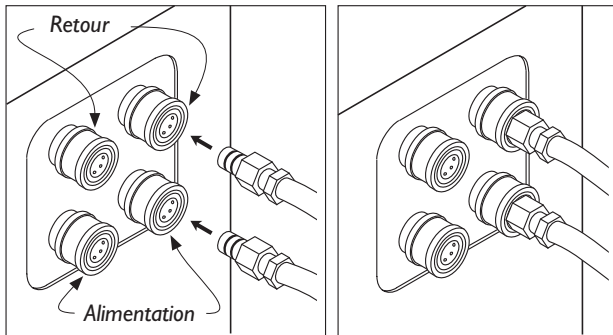

Figure 5—Raccords rapides
1. Fixer un raccord rapide à la connexion **supérieure** de la machine et un autre à la connexion **inférieure** (fig. 5, p. 7). Pousser chaque bague de retenue vers le boîtier et introduire fermement le raccord rapide. Tout en maintenant le raccord, laisser la bague de retenue revenir en position. Vérifier que le raccord est totalement engagé en tirant fermement sur le tuyau.